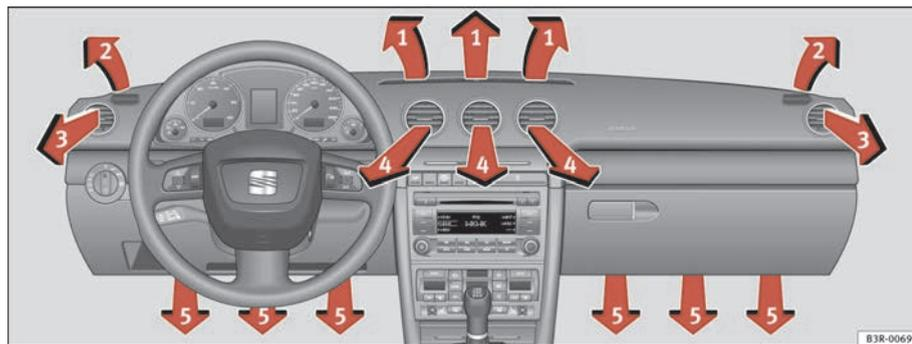

Fig. 135 Painel de instrumentos: Disposição dos difusores de ar
Os difusores de ar ⇒ fig. 135 ③ e ④ podem ser operados da seguinte forma.
Os três botões têm o seguinte significado. Os números dizem respeito aos difusores de ar ⇒ página 166, fig. 135.
Após desligar a ignição, o motor do ventilador funciona com a energia que lhe é fornecida pelo tecto solar. Para conseguir uma óptima ventilação, devem estar abertos os difusores 3 e 4 ⇒ página 166, fig. 135.